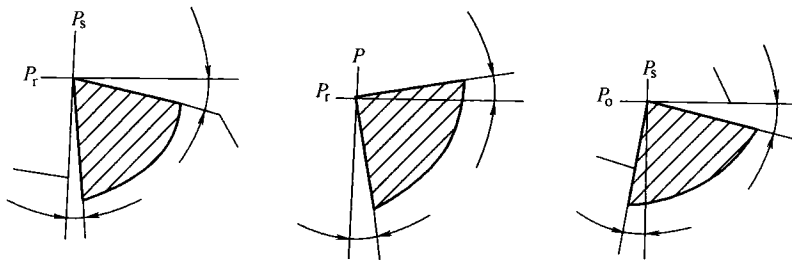

图 1-4
4. 在图 1-4 中,分别填出辅助平面或刀面的名称及前角、后角的正或负。